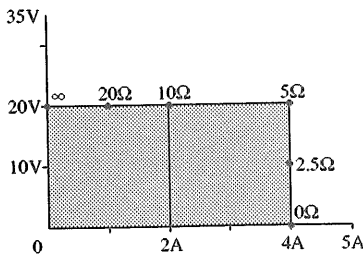

図 2-5 定電圧 (CV) 動作
例として、PAN35-10A を使って $10\ \Omega$ の負荷に 20V を印加して定電圧 (CV) 動作させる場合について説明します。図 2-5 はこの場合の動作を示しています。